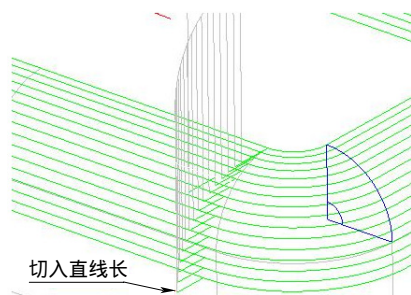
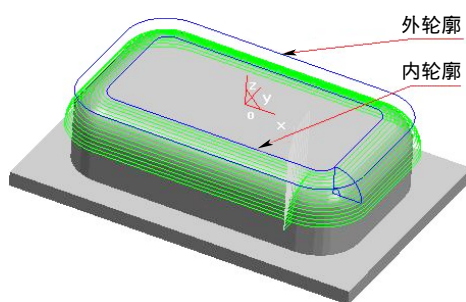

图 7-39 切入直线长
图 7-40 外轮廓和内轮廓
- **【切入直线长】**: 每一层轨迹从加工工艺上考虑需要从工件外切入, 从编程上考虑由于使用了机床偏置, 每一层轨迹都需要有一个加入机床偏置和取消机床偏置的程序段, 这一段直线就是切入直线, 如图 7-39 所示。它的长度要求大于刀具半径。
(2) 偏移方向
(3) 由外轮廓生成轨迹 由被加工零件的外轮廓生成倒圆角加工轨迹, 反之则是由圆角与上平面的切线所形成轮廓的加工轨迹, 如图 7-40 所示。